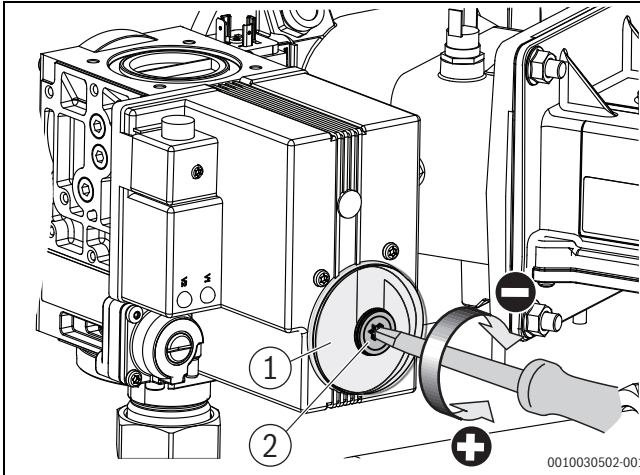

Bild 5 CO₂-Gehalt bei Volllast einstellen (Kesselgröße 150 – 300 kW)
- ▶ Schutzkappe an der Gasarmatur abnehmen (→ Bild 5).
- ▶ CO₂-Werte an der Volllast-Einstellschraube einstellen (→ Bild 5).